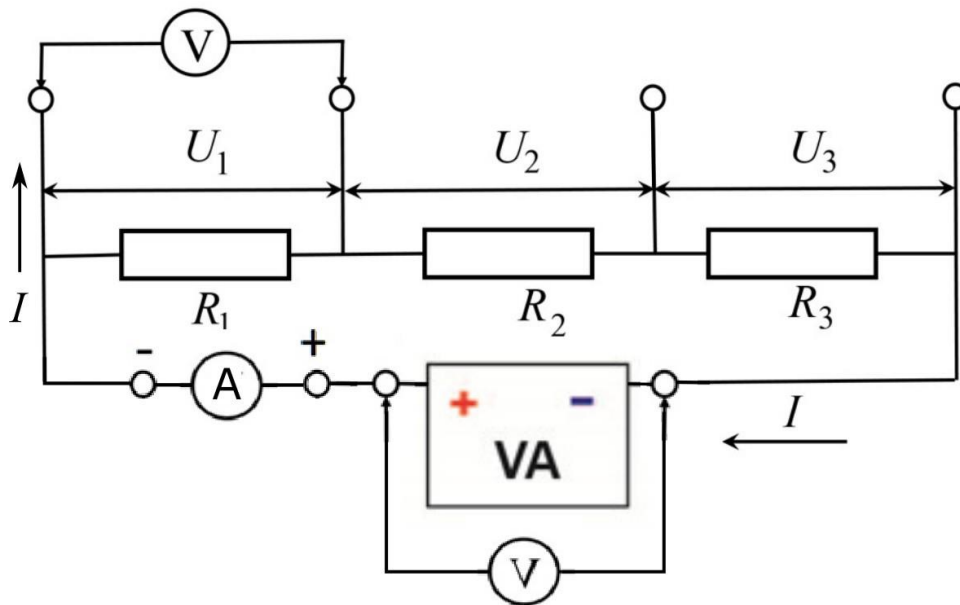

Рис. 3.11. Принципиальная схема электрической цепи для проверки второго правила Кирхгофа.
1. Соберите электрическую цепь, принципиальная схема которой представлена на рис. 3.11. Для измерения напряжений используется мультиметр **M9803R**, для измерения силы тока – мультиметр **M830B**. Используйте те же резисторы, что при проверке первого правила Кирхгофа (один из вариантов).
3. Нарисуйте все возможные контуры для схем на рис. 3.11, считая, что все приборы реальные (имеют определенное внутреннее сопротивление). Запишите второе правило Кирхгофа для всех этих контуров.